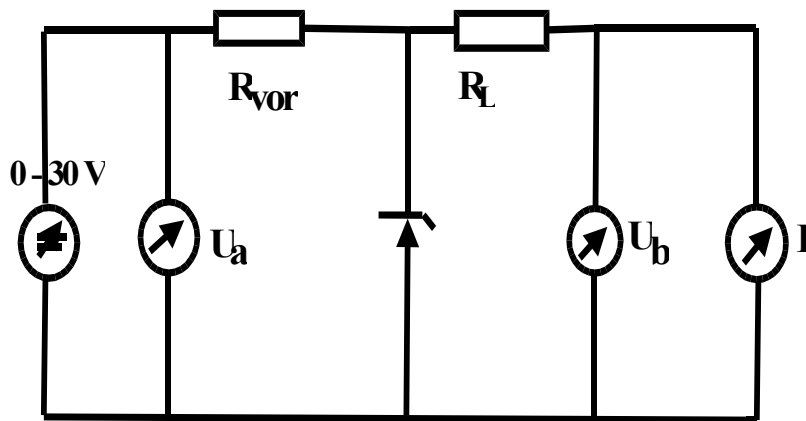

Abb. 3 Regelschaltung
3. Bauen Sie die Regelschaltung nach Abb. 3 auf.
- 3.2. Berechnen Sie den Verlauf der Funktion Ub = Ub(I) der Schaltung nach Abb. 3 ohne die Z-Diode und tragen Sie sie in das Diagramm von 3.1 ein. Dabei dürfen Sie den Innenwiderstand der Spannungsmesser als unendlich annehmen.
- 3.6. Berechnen Sie den Verlauf der Funktion  $U_b = U_b(U_a)$  der Schaltung nach Abb. 3 ohne die Z-Diode und tragen Sie sie in das Diagramm von e) ein.